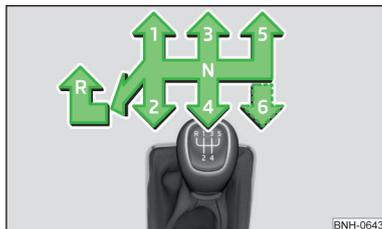

Fig. 109
En la palanca de cambios se presenta el esquema de cambio para cada posición de marcha » fig. 109.
- Presionar hacia abajo la palanca de cambio y colocarla completamente hacia la izquierda y luego hacia adelante en la posición **R** » fig. 109.